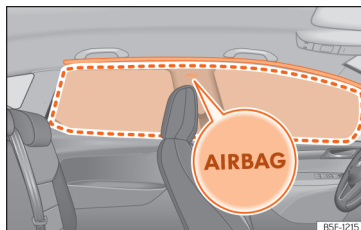

Рис. 36 Місце розташування й зона розкривання шторки безпеки.
Шторки безпеки розташовані над дверима по обидва боки салону автомобіля >>> **рис. 36** й позначені написом "AIRBAG".
Коли спрацює подушка безпеки для голови, вона покриває позначену зону (зона розкривання) >>> **рис. 36**. Ніколи не кладіть і не прикріплюйте предмети у цій зоні >>> **Δ**.
- Пильнуйте, щоб діти правильно сиділи на своїх сидіннях і не тримали голову в зоні розкривання шторок безпеки >>> **рис. 36**, адже в разі аварії подушки можуть спрацювати й завдати серйозних травм.